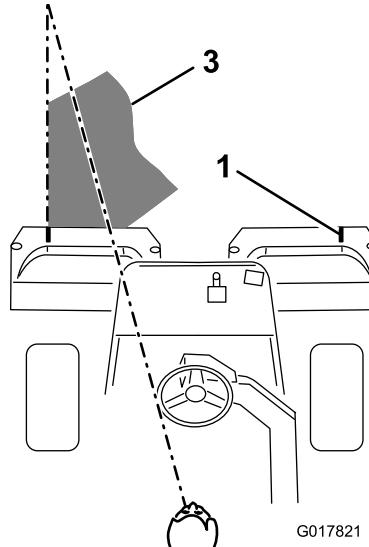

图39
3. 掉头回来的下一道，请与前一道保持最小的交叠量。为了保持以直线方式穿过果岭，并使得机器与此前剪草的边缘保持等距，请在机器前到果岭未剪部分的边缘虚构一条长约 1829~3048mm 的视线（图39）。有人发现，将方向盘的外缘看作视线的一部分非常有用；即让方向盘边缘对准与机器前面始终保持等距的某个点（图39）。